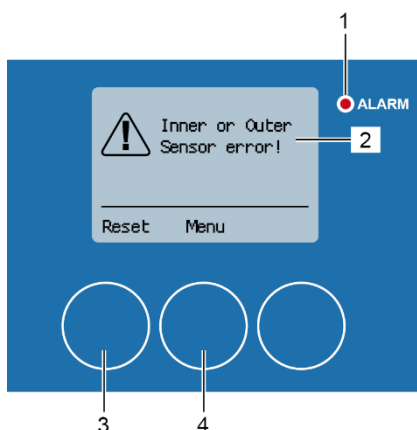

Figura 189: Alarma del sensor interior o exterior
El mensaje de alarma «¡Error del sensor interior o exterior!» (Figura 189/2) aparece durante el proceso de limpieza si ocurre un problema con el sensor de proximidad interior o exterior. El indicador LED rojo de alarma (Figura 189/1) se enciende.
2. Restablezca el mensaje de alarma pulsando [Restablecer] (Figura 189/3).
Si se restablece el mensaje de alarma sin solucionar el problema que haya dado lugar al error, el mensaje de alarma volverá a aparecer. Se puede acceder al menú «1 Menú principal» a través de [Menú] (Figura 189/4), p. ej., para comprobar el estado de la señal de los sensores de proximidad. ➔ Capítulo en la página 108.